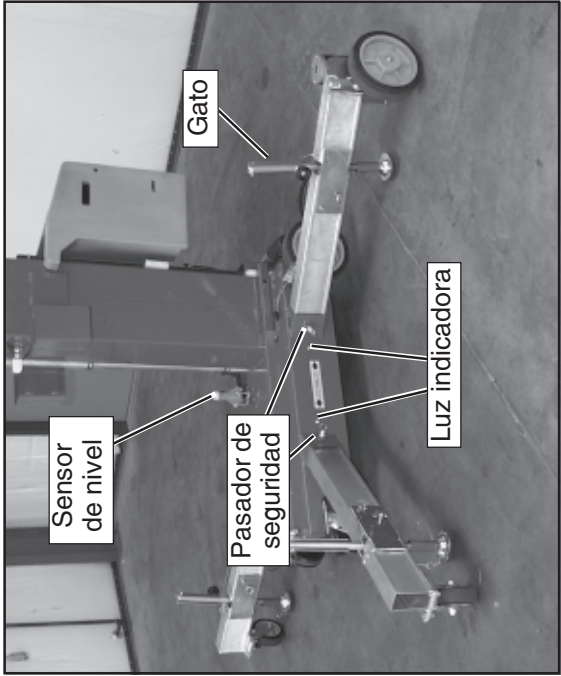

Figura 1: Instalación de los estabilizadores
2. Introduzca el conector del estabilizador en la base (figura 1).
4. Repita los pasos anteriores con los estabilizadores restantes. Cerciórese de que los cuatro (4) han encajado correctamente.
5. Nivele la base centrando la burbuja del nivel circular instalado en ella. Para ello, ajuste de los gatos situados en el extremo de los estabilizadores (Figura 1). NO destense ningún estabilizador, girando en sentido antihorario, para nivelar la base.